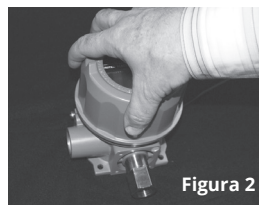

Figura 2
- 1 Retire la tapa del gabinete girándola en sentido antihorario durante 7 revoluciones (Figura 2).